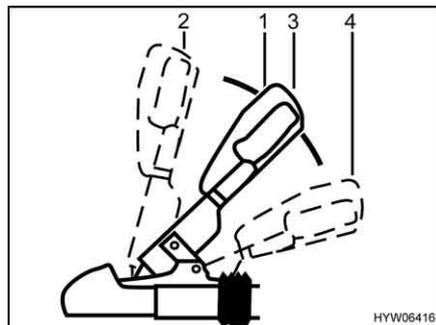

Bild 5 Sicherheitskupplung WS 3000 D
- Kupplungsgriff (Bild 5,1) nach oben in Stellung "offen" (Bild 5,2) ziehen. Sicherheitskupplung ist geöffnet.
- Die geöffnete Sicherheitskupplung auf die Anhängerkugel des Zugfahrzeugs aufsetzen und den Kupplungsgriff loslassen. Der Griff gleitet selbsttätig in seine Ausgangsstellung (Bild 5,3) zurück.
- Die Stabilisierungseinrichtung aktivieren. Dazu den Kupplungsgriff aus geschlossener Stellung (Bild 5,3) bis zum Anschlag nach unten drücken (Bild 5,4).
Zum Ausschalten der Stabilisierungseinrichtung, z. B. zum Rangieren, den Kupplungsgriff (Bild 5,1) langsam bis zur geschlossenen Stellung (Bild 5,3) nach oben ziehen.